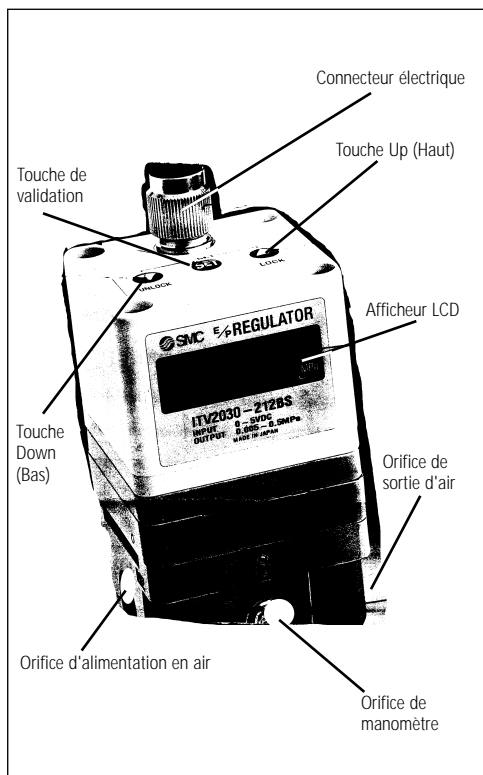

Fig. 1
• Libérer la 'touche de verrouillage' (Fig. 1), conformément aux indications de la rubrique - 'Fonction de la touche de verrouillage'.
• Pour paramétrer la pression minimale (F-1 s'affiche, Fig. 1), utiliser les touches haut/bas (Fig. 1), appuyer sur la touche de validation (Fig. 1) pour 'valider' le paramètre.
• Pour paramétrer la pression maximale (F-2 s'affiche, Fig. 1), utiliser les touches haut/bas (Fig. 1), appuyer sur la touche de validation (Fig. 1) pour 'valider' le paramètre.
• Pour paramétrer la sortie logique 1 (P-1 s'affiche, Fig. 1), utiliser les touches haut/bas (Fig. 1), appuyer sur la touche de validation (Fig. 1) pour 'valider' le paramètre.
• Pour paramétrer la sortie logique 2 (P-2 s'affiche, Fig. 1), utiliser les touches haut/bas appuyer sur la touche set pour valider le paramètre.
Appuyez sur les touches haut et bas (Fig. 1) simultanément pendant plus de 3 secondes. Le message 'RES' s'affiche sur LED. Relâchez les touches : les pressions minimale, maximale et les sorties commutées P1 et P2 sont réinitialisées.
Note : Si la consommation dépasse 30 mA, le capteur envoie un signal à la LED (Fig. 1), sur laquelle s'affiche le message 'Er 5'.